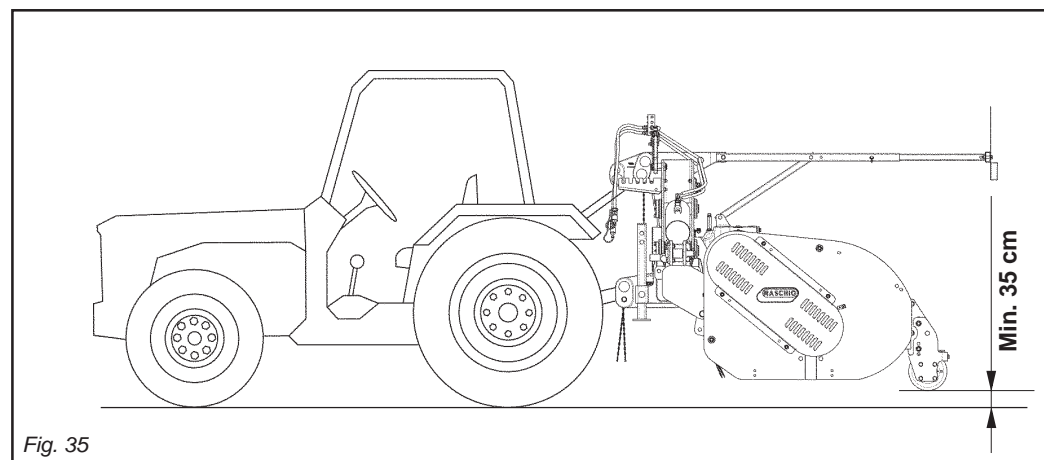

Fig. 35
*During transport, and whenever raising the machine becomes a necessity, the hoisting unit of the tractor should be regulated in order that the shredder is never raised from the ground more than 30-35 cm (Fig. 35).*
Durant le transport et chaque fois qu'il faut soulever le broyeur, veiller à ce que le groupe de soulèvement du tracteur soit réglé afin que le broyeur ne se soulève du sol que de 30÷35 cm environ (Fig. 35).
*Während des Transports, bzw. bei jeder Art von Beförderung der Maschine, bei der diese angehoben wird, ist darauf zu achten, daß das Hubwerk des Traktors so eingestellt ist, daß die Maschine höchstens 30 - 35 cm vom Boden angehoben wird (Abb. 35).*
Durante el transporte y cada vez que sea necesario levantar el triturador, es oportuno que el grupo de levantamiento del tractor esté regulado de manera tal que el triturador no se levante más de 30÷35 cm aproximadamente de la tierra (Fig. 35).